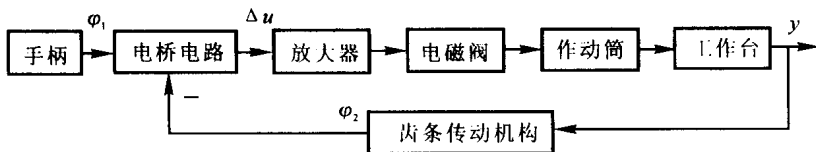

图 1.6 工作台液压伺服系统框图
解 (1) 控制系统的功能是使工作台随控制电位器给定规律移动, 因此被控对象是工作台, 被控量是工作台的位移, 给定量是控制电位器滑臂的转角(表征工作台的希望位置)。系统框图如图 1.6 所示。